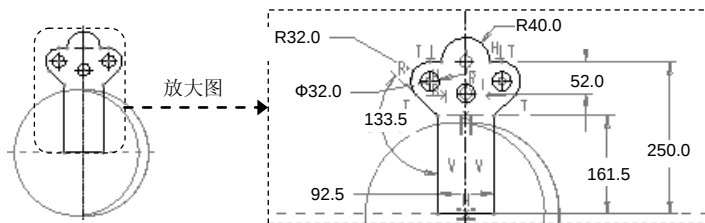

图 5.34.3 特征截面图形
(1) 创建基准平面 DTM1: 单击“创建基准平面”按钮; 选取 A_1 轴(即 Step2 中的旋转轴)为要穿过的轴; 按住 Ctrl 键, 在模型树中选取 RIGHT 基准平面为偏移的参考面, 输入角度值 30°; 单击对话框中的按钮。
(2) 创建基准平面 DTM2: 该平面穿过 A_1 轴并且与 DTM1 基准平面垂直(法向)。
(3) 创建基准平面 DTM3: 单击“创建基准平面”命令按钮; 在模型树中选取 FRONT 基准平面为偏移基准平面, 偏移距离值为 100.0; 在对话框中单击 **确定** 按钮。
(4) 创建基准轴 A_2: 单击按钮, 该轴穿过 DTM3 基准平面及 DTM1 基准平面。
(5) 创建基准平面 DTM4: 单击“创建基准平面”命令按钮; 选取 A_2 轴为要穿过的轴, 选取 DTM3 基准平面为偏移的参考面, 输入角度值-10.0; 单击 **确定** 按钮。
(6) 创建拉伸特征。单击“拉伸”命令按钮; 设置基准平面 DTM4 为草绘平面, DTM2 为参照平面, 方向为 **顶**; 选取 A_2 轴及 DTM2 为草绘参照; 特征截面如图 5.34.3 所示; 深度类型为, 深度值为 20.0。